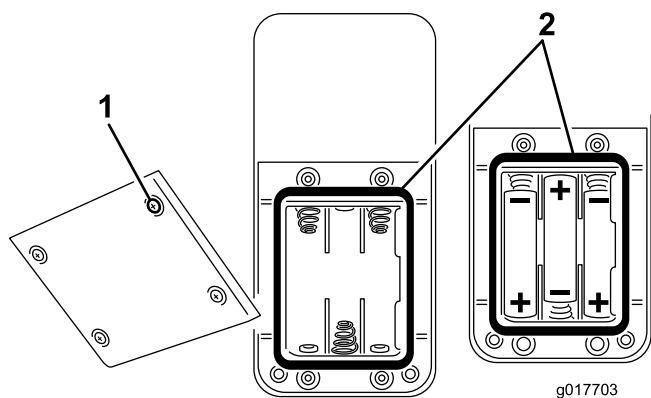

図 40
2. 空の電池ケースに新たに電池を取り付ける場合には、新しい単三電池3本をセットする。極性を間違えないように入れること；図 40を参照。
3. 消耗した電池を新しいものに交換する場合には、古い電池を取り出して、新しい電池を入れる。極性を間違えないように入れること；図 40を参照。